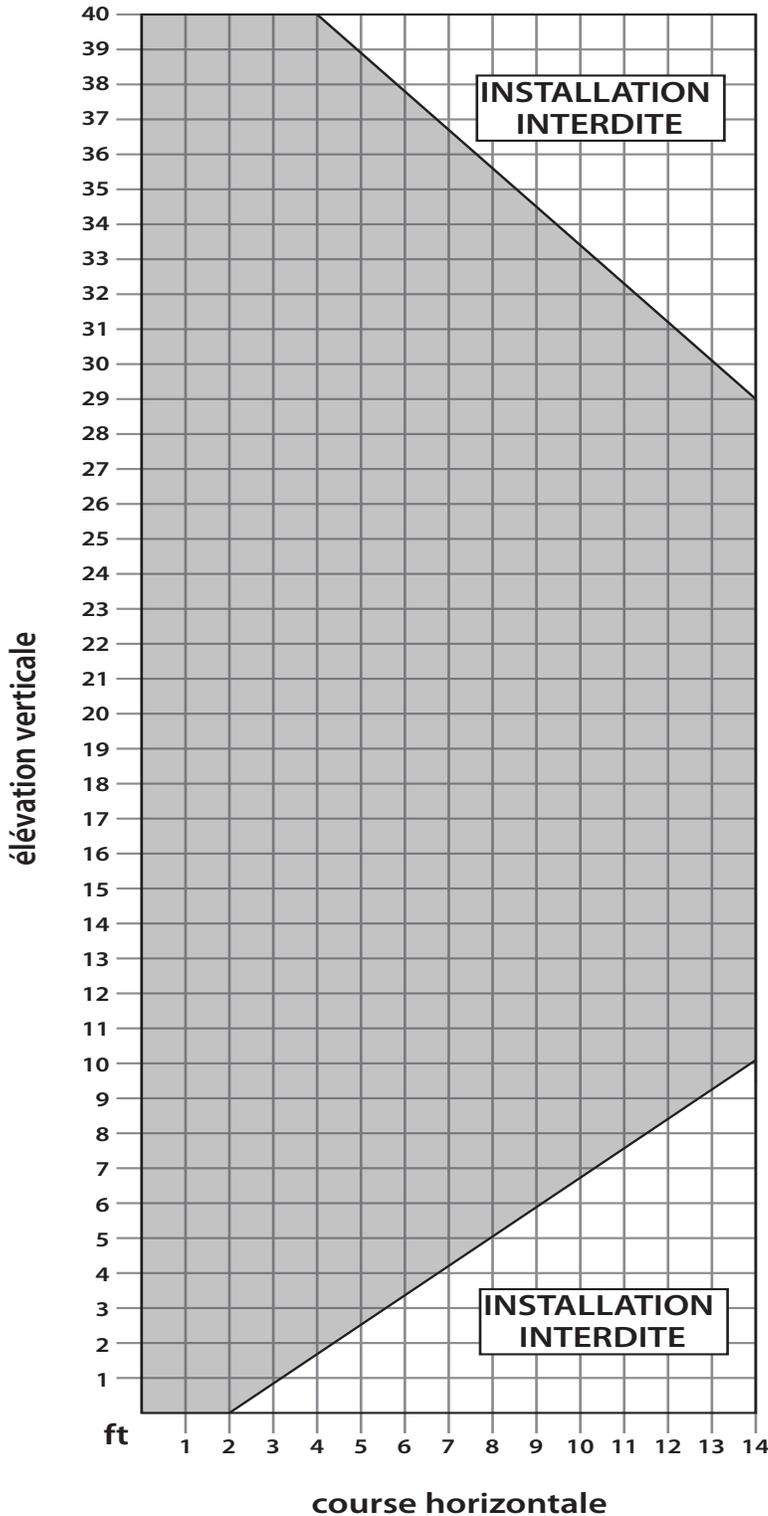

Figure 26.1 Configuration de l'évacuation possibles top ventilé vertical et terminaisons horizontales.
Les figures 26.1 et 26.2 montrent l'éventail des configurations d'évacuation possibles si l'appareil est haut ou l'arrière ventilés, pour les terminaisons verticales et horizontales. Tout schéma qui reste dans les zones ombragées est acceptable. Ayant le plus petit nombre de coudes est idéal, car ils ont tendance à perturber la circulation d'air. Utilisation 45° coudes est préférable à l'utilisation 90° coudes. En outre, un système de ventilation plus courte fonctionnera mieux qu'un long. Quand le haut ventilé, la longueur totale du conduit d'évacuation horizontal ne doit pas dépasser 14 ft (4,27m) et la longueur totale du conduit ne peut pas dépasser 44 ft (13,4 m). Toute combinaison d'élévation et de course peut être utilisé tant qu'il prévoit dans la zone ombrée (un total de deux (2) 90° coudes ou quatre (4) 45° coudes peuvent être utilisés. Outre ce qui est indiqué, si un 90° coude est utilisé dans le plan horizontal, 3 ft (91,4 cm) doivent être soustraits de la course admissible horizontale (pour chaque coude de 45°, 1 1/2 pieds doivent être soustraits).